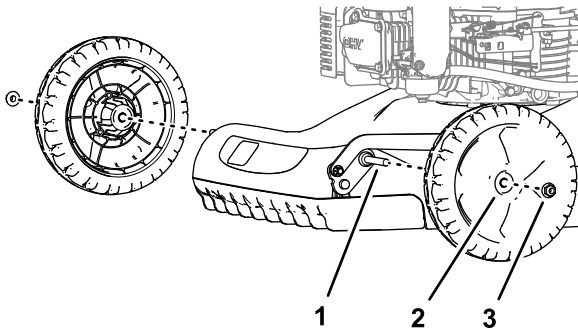

Figura 5
1. Retire la contratuerca con arandela prensada ($\frac{3}{8}$ ") que fija la rueda al eje y retire la rueda (Figura 5).